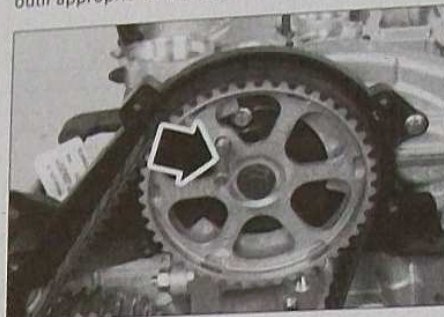
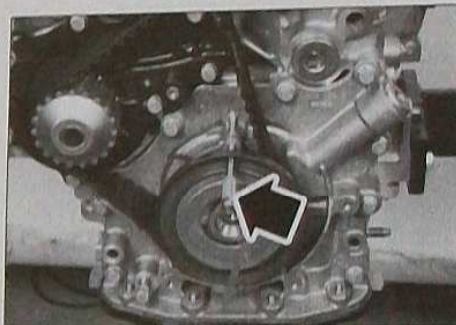
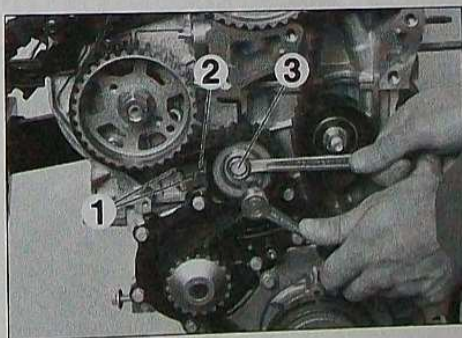

FIG.5
FIG.6
FIG.9
- Piger la roue dentée d'arbre à cames à l'aide d'un outil approprié ou de l'outil PSA 0194-B (Fig.5).
- Piger la roue dentée de vilebrequin à l'aide d'un outil approprié ou de l'outil PSA 0194-A (Fig.6).
- À l'aide d'une clé 6 pans, amener l'index (2) (Fig.9) du galet tendeur au milieu de la zone de contrôle (1) en faisant pivoter le tendeur dans le sens antihoraire.
- Serrer la vis de fixation (3) du galet tendeur à 2,5 m.daN.
- Déposer les pignes (Fig.6) et (Fig.5).
- Contrôler le bon positionnement de l'index (2) (Fig.9) du galet tendeur; dans le cas contraire, reprendre l'opération de repose de la courroie.